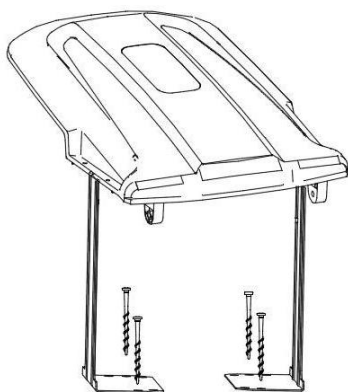

Fig.2
2. Fixați suportului la stația de încărcare cu cele patru șuruburi de fixare. (Fig.2)